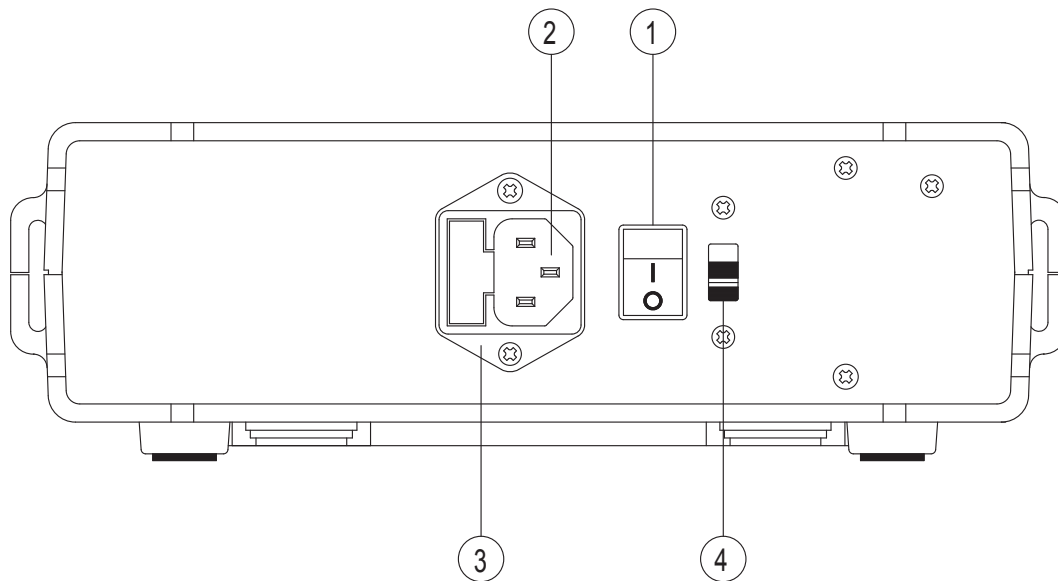

Figure 2. Commandes et connecteurs
Reportez-vous à la figure 2 qui décrit l'emplacement des commandes et connecteurs du panneau arrière.
2. Reportez-vous à la figure 2. Repérez le porte-fusible secteur sur le panneau arrière.